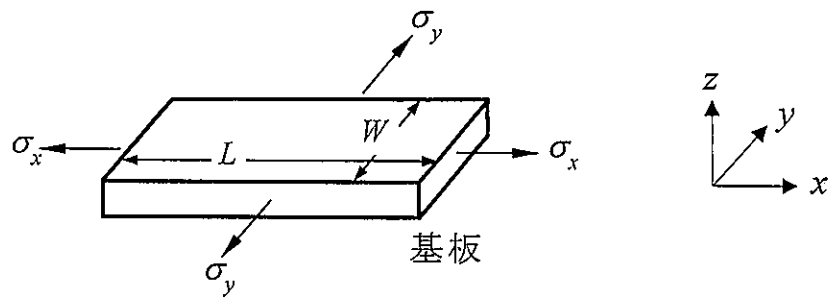

图 1-1
(1) 図 1-1 に示すように, 垂直応力 σ_x, σ_y の下にある基板において, 等二軸状態が成り立つ時, 応力 σ とひずみ ε の関係を求めよ.